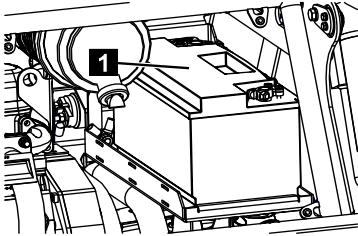

Fig. 224
4. Raccorder le câble rouge à la borne positive de la batterie déchargée (Fig.224/1).